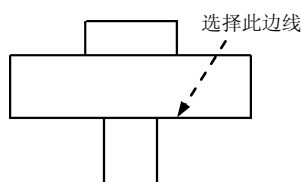

图 8.6.3 定义参照对象
Step4. 放置基准特征符号。选择图 8.6.3 所示的边线，在合适的位置处单击，完成操作。结果如图 8.6.4 所示。